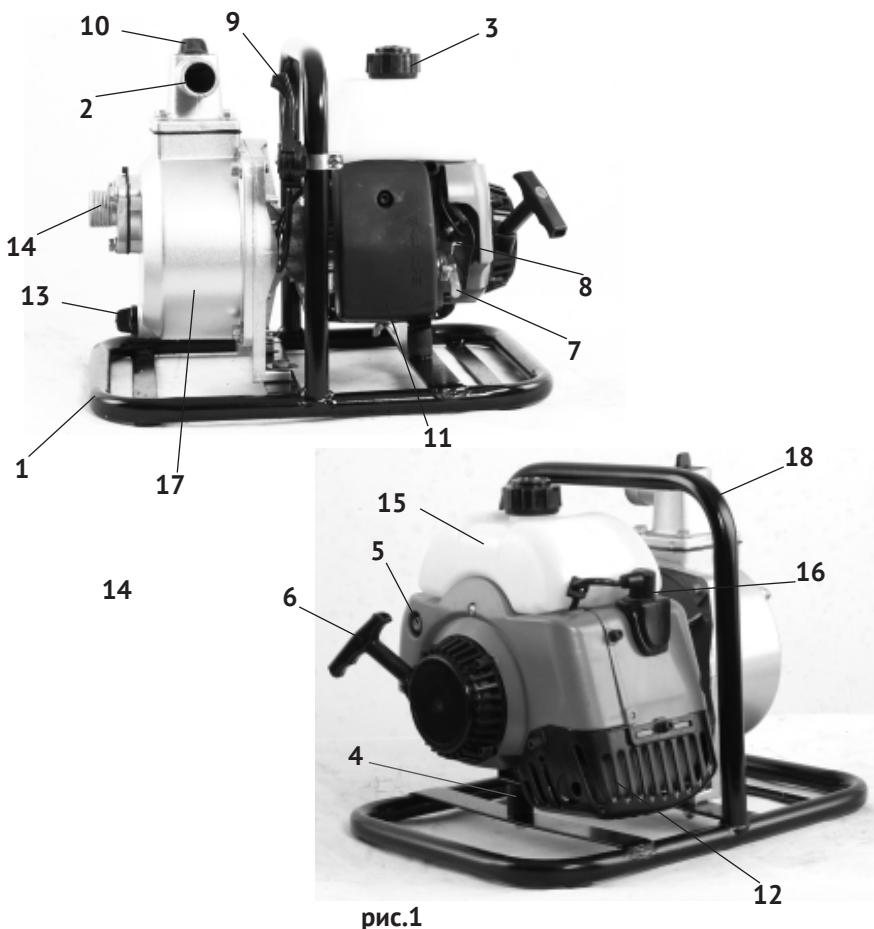

рис.1
2.4 Общий вид мотопомпы представлен на рис.1
Бензиновый двигатель, с горизонтальным расположением коленчатого вала, жёстко скреплён с корпусом (рис.1 поз.17) центробежного насоса. Двигатель мотопомпы закреплён на трубчатой раме (рис.1 поз.1) через виброгасящую подушку (рис.1 поз.4). За стойку рамы (рис.1 поз.18) удобно перемещать мотопомпу к месту работы. Органы управления: топливный кран (рис.1 поз.7), рычаг воздушной заслонки (рис.1 поз.8) кнопка выключателя зажигания (рис.1 поз.5) и рукоятка ручного стартёра (рис.1 поз.6) расположены на двигателе. Рычаг дроссельной заслонки (рис.1 поз.9) закреплён на стойке рамы (рис.1 поз.18).
Открутите крышку (рис.1 поз.3) топливного бака (рис.1 поз.15). Заливайте топливо в бак не более чем на 1 см ниже уровня основания заливной горловины. Перед запуском двигателя тщательно протрите топливный бак, удалив возмож-
- установить на выпускной (рис.1 поз.2) и впускной (рис.1 поз.14) патрубки штуцера (рис.2 поз.2) крепления шлангов, надёжно закрепить их накидными гайками (рис.2 поз.3);
Установите раму (рис.1 поз.1) мотопомпы на ровной, твёрдой поверхности. Для надёжной работы двигателя угол наклона от горизонтали не должен превышать 10°.
- открыть пробку заливной горловины насоса (рис.1 поз.10);
- установить рычаг воздушной заслонки (рис.1 поз.8) в крайнее верхнее по-ложение - „закрыто“ при пуске холодного двигателя, или в промежуточное по-ложение при прогретом двигателе, открыть топливный кран (рис.1 поз.7);
- перевести рычаг управления дроссельной заслонкой (рис.1 поз.9) на 1/3 хода от положения «Минимум» к положению «Максимум»;
- выбрать свободный ход троса, преодолевая сопротивление компрессии, за-тем резко, с усилием вытянуть рукоятку стартёра (рис.1 поз.6) на всю длину, для запуска двигателя. Повторить действие ещё раз, если двигатель не завёлся;
После прогрева двигателя в течение 10-40 секунд (в зависимости от начальной температуры), переведите рычаг воздушной заслонки (рис.1 поз.8) в крайнее нижнее положение - „открыто“.
Производительность насоса регулируется настройкой частоты оборотов двигателя. Перемещение рычага управления дроссельной заслонкой (рис.1 поз.9) в направлении «Максимум» - увеличивает производительность насоса, перемещение его в направлении «Минимум» уменьшает производительность.
- поставьте рычаг управления дроссельной заслонкой (рис.1 поз.9) в положение «Минимум»;
- нажмите кнопку выключателя зажигания (рис.1 поз.5) и удерживайте её до выключения двигателя, закройте топливный кран.
После окончания работы удалите пробку слива воды (рис.1 поз.13) и опорожните камеру насоса. Снимите пробку заливной горловины (рис.1 поз.10) и промойте насос чистой свежей водой. Дайте воде стечь из камеры насоса, а затем установите обратно пробку заливной горловины и пробку слива воды.